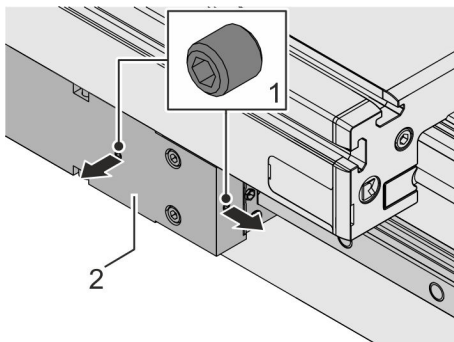

Abb. 42: Zylinderstift entfernen
1. ➔ Den geklebten Zylinderstift (Abb. 42/1) auf der Halteplatte oder an der Seite der Halteplatte des Haltesystems (Abb. 42/2) mit Hilfe eines Innensechskantschlüssels (Größe 2,5) herausdrehen.